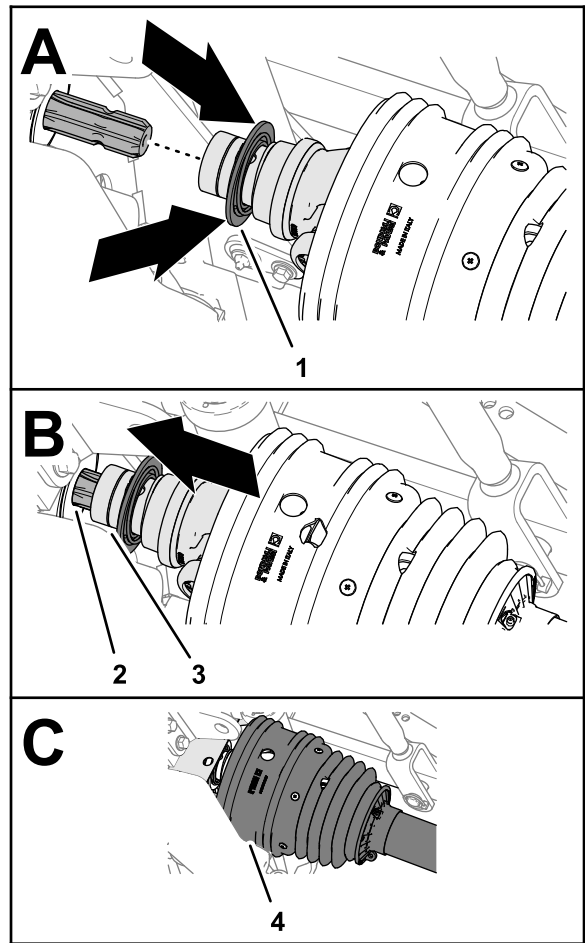

Bild 31
2. Ziehen Sie den Arretierkragen der Schnelltrennkupplung zurück (Bild 31).
3. Ziehen Sie beim Zurückziehen des Arretierkragens die Zapfwelle nach vorne und in die Jochfassung über die Verzahnung der Zapfwelle (Bild 31).
5. Achten Sie darauf, dass das Schutzblech über dem Antriebswellenjoch liegt (Bild 31).